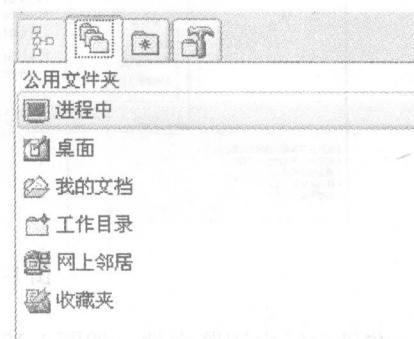

图 1-20 公用文件夹浏览器选项
(2) 公用文件夹浏览器 它可以方便地打开和查看某一个文件或者文件夹，如图 1-20 所示。